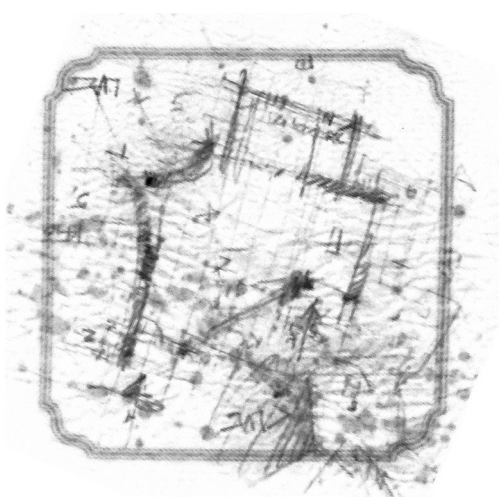

Fig. 1. “Servilleta de Fisac”.
* El concurso *Nueve Secretos* que organiza la F.P.H. es un certamen escolar dirigido a estudiantes de bachillerato y ciclos formativos de Castilla y León, que premia trabajos de calidad sobre el patrimonio tanto de alumnos como de profesores. En 2012 correspondió *ex aequo* a tres centros de Segovia, Valladolid y la Escuela Superior de Diseño de Zamora con el trabajo titulado “La Servilleta de Fisac” que parte de un supuesto, entre la realidad y la ficción, de un pergeño de planta de la iglesia que dicen que dibujó el arquitecto Fisac en una servilleta de papel mientras conversaba, en un bar, con un paisano de Pumarejo y que le sirvió a los vecinos para construir su iglesia (Fig. 1).